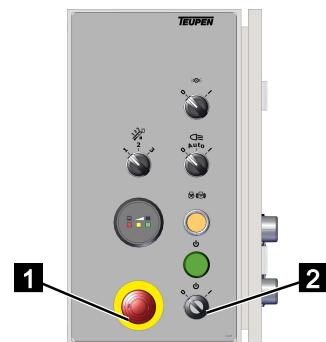

Abb. 69
1. Sicherstellen dass der Not-Halt-Taster am Steuerkasten (Abb.69/1) nicht betätigt ist.
2. Zündschalter (Abb.69/2) im Uhrzeigersinn auf Stellung [1] drehen.